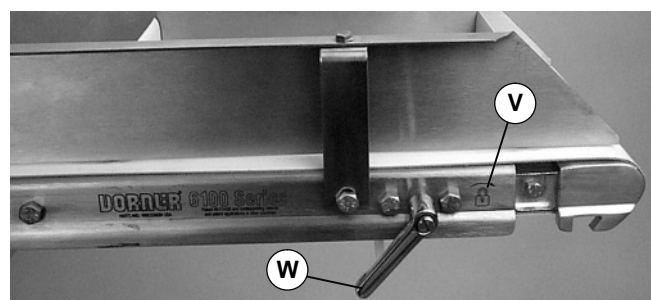

Abbildung 19
einem Symbol identifiziert  (V siehe Abbildung 19).
4. Den Spannhebel festhalten (X), dabei gleichzeitig den Klemmhebel (W siehe Abbildung 19 u. 21) entgegen dem Uhrzeigersinn drehen, um die Klemmung zu lösen.
1. Den Klemmhebel (W in Abb. 19) völlig lockern.
3. Den Klemmhebel (W in Abbildung 19) entgegen dem Uhrzeigersinn festdrehen.